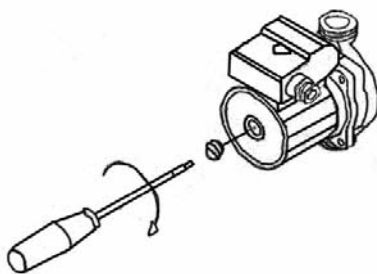

Рис. 11. Проверка циркуляционного насоса
- ✓ не заблокирован ли насос. Для этого при помощи отвертки открутите заглушку насоса и проверните его вал несколько раз туда и обратно (см. Рис. 11), при этом котел необходимо отключить от электросети (вынуть вилку из розетки). Затем плотно закрутите заглушку. При выполнении данной операции возможны небольшие протечки воды из насоса, после установки заглушки необходимо убрать остатки воды с компонентов котла (протереть);